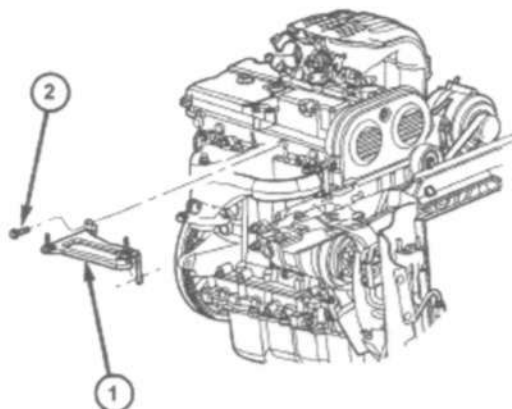

Рис. 100 КРОНШТЕЙН ВОЗДУШНОГО ФИЛЬТРА
- (1) Поднять автомобиль и отсоединить выхлопную трубу от выпускного коллектора.
- (2) Опустить автомобиль.
- (3) Отсоединить разъем верхнепоточного кислородного датчика в задней части выпускного коллектора.
- (4) Снять кронштейн воздушного фильтра (Рис.100).
- (5) Снять экран термоизоляции.
- (6) Снять болты крепления коллектора к головке блока.
- (7) Снять выпускной коллектор.
- (8) Проверить коллектор (см.п.9. ДВИГАТЕЛЬ/ КОЛЕКТОРЫ/ ВЫПУСКНОЙ КОЛЛЕКТОР ПРОВЕРКА).